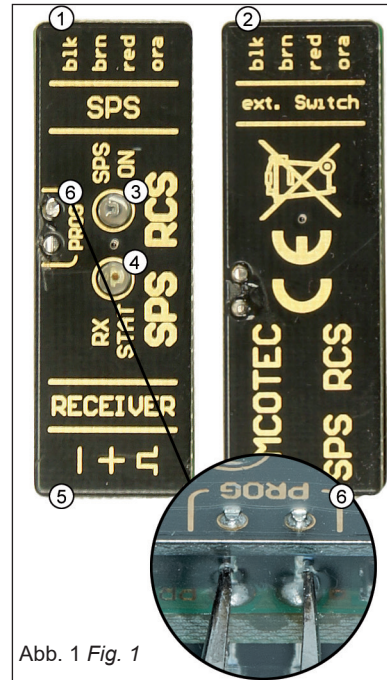

Abb. 1 Fig. 1
- Die **Programmierkontakte** des SPS-Fernsteuerschaltgebers z. B. mit Schraubenzieher oder Pinzette **kurzschließen**, hierzu muss der Schrumpfschlauch **durchstoßen** werden (siehe Abb. 1/6).
- Short circuit **programming contacts** of SPS Remote switch actuator using e. g. a screwdriver or tweezers. Therefor the shrinking hose must be **punctured** (see Fig. 1/6).